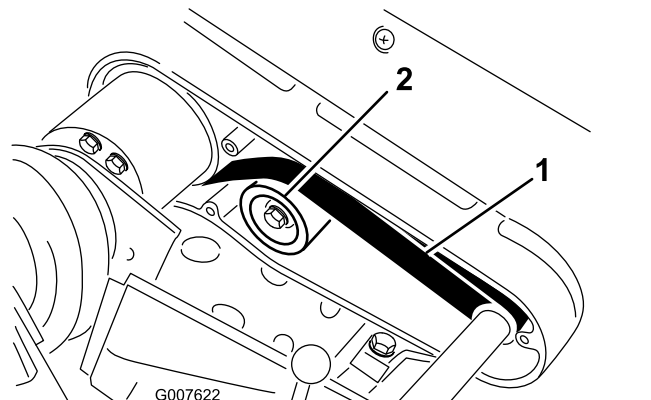

图39
- 使用 2226N 的作用力按压两个皮带轮图39中间位置的皮带检查皮带的张紧力。
- 松开怠轮皮带轮安装螺母并紧贴着皮带背面顺时针旋转怠轮皮带轮直至达到所需的皮带张紧力图39。